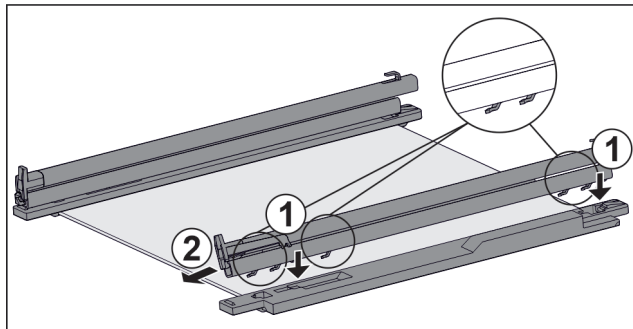

Fig. 61 Стъклена плоча с релси и задържащи части
- ▶ Поставете куките на релсата върху отворите на **лявата** задържаща част. Fig. 61 (1)
- ▶ Издърпайте релсата напред. Fig. 61 (2)
- ▶ Поставете куките на релсата върху отворите на **дясната** задържаща част. Fig. 61 (1)